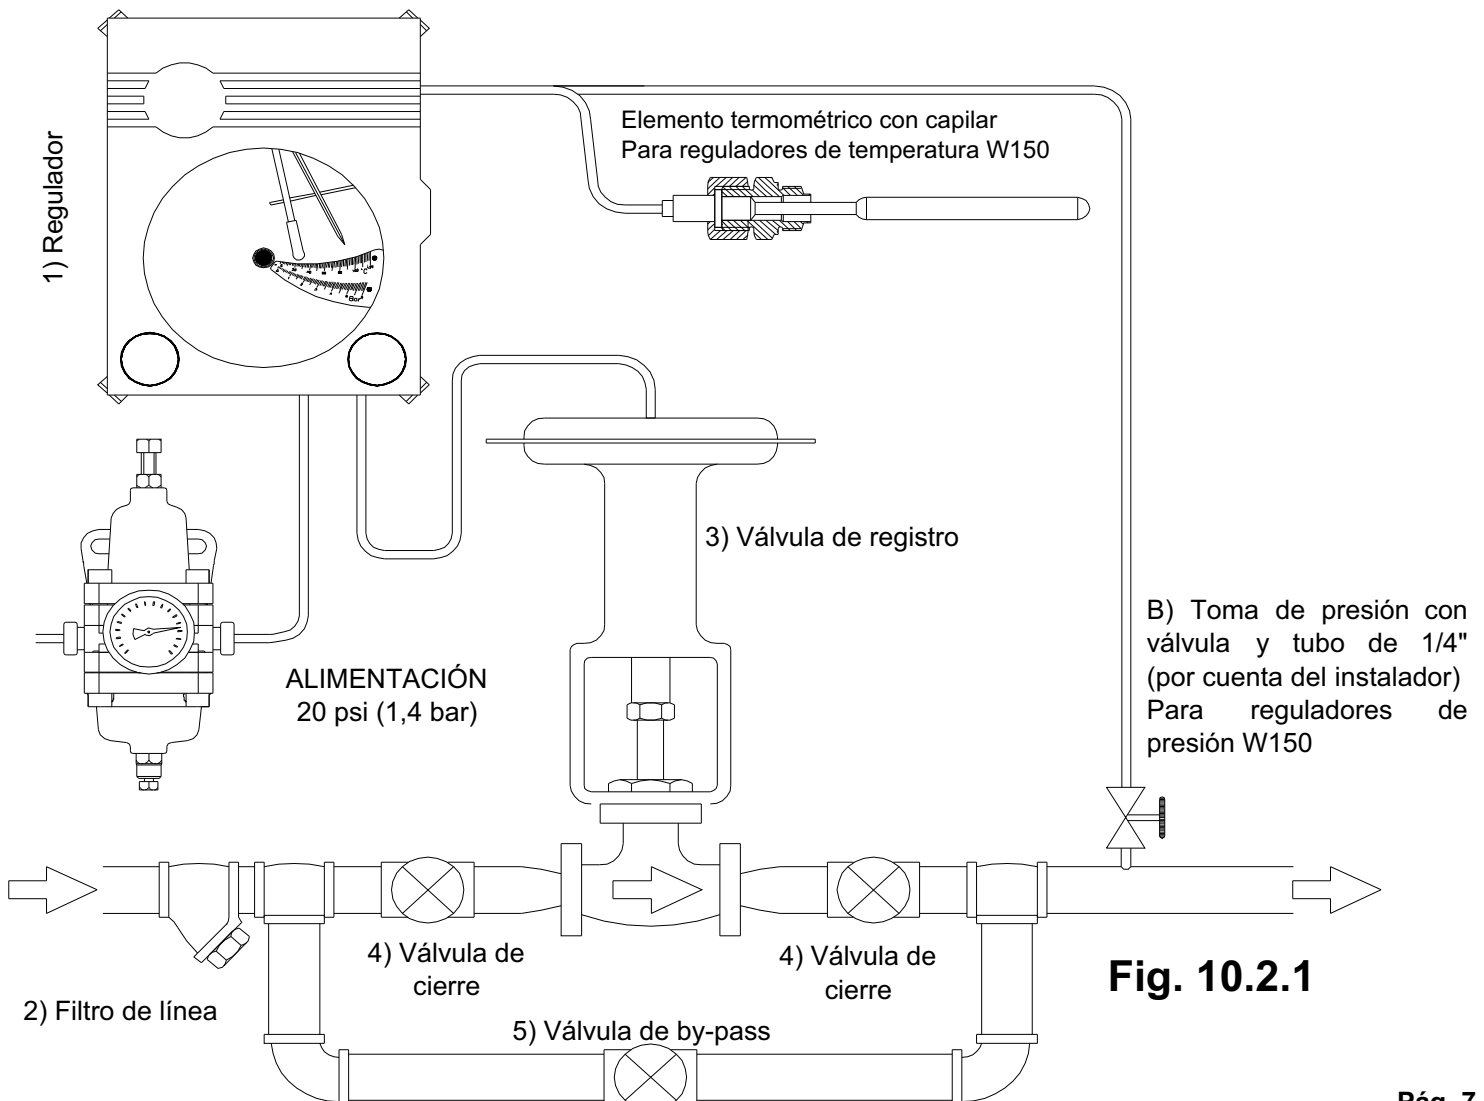

Fig. 10.2.1
10.2. CONEXIÓN A LA VÁLVULA DE REGISTRO (Fig. 10.2.1)
C - Abrir completamente las válvulas de cierre situadas antes y después de la válvula de registro, verificando que la válvula de by-pass esté cerrada (ver Fig. 10.2.1)
D - Si la válvula de registro (3) está provista de válvula de by-pass (5), controlar que ésta última esté bien cerrada y que la válvula de cierre aguas abajo (4) esté completamente abierta (ver Fig.10.2.1).
E - Abrir lenta y completamente la válvula de cierre aguas arriba de la válvula de registro (4.Fig.10.2.1).
E - Abrir lenta y completamente la válvula de cierre aguas arriba de la válvula de registro (4 Fig. 10.2.1).
- E** - Si la válvula de registro (3) está provista de válvula de by-pass (5), controlar que ésta última esté bien cerrada, y que la válvula de cierre aguas abajo (4) esté completamente abierta (ver Fig.10.2.1).
- F** - Abrir lenta y completamente la válvula de cierre aguas arriba de la válvula de registro (4, Fig. 10.2.1).
- I** - Por lo general sucede que la plumilla no coincide perfectamente con el indicador rojo del valor deseado. Para eliminar la diferencia, abrir gradualmente la válvula (48) de acción integral hasta obtener la sobreposición de los indicadores, y causar artificialmente una perturbación desplazando rápidamente el indicador rojo de Set-Point; si la plumilla empieza a oscilar, cerrar lentamente la válvula (48) para atenuar la pendulación, hasta que los dos indicadores se superpongan. Causar nuevamente una perturbación y verificar la pendulación del indicador negro: de ser necesario, volver a actuar sobre la válvula (48) y repetir el control.